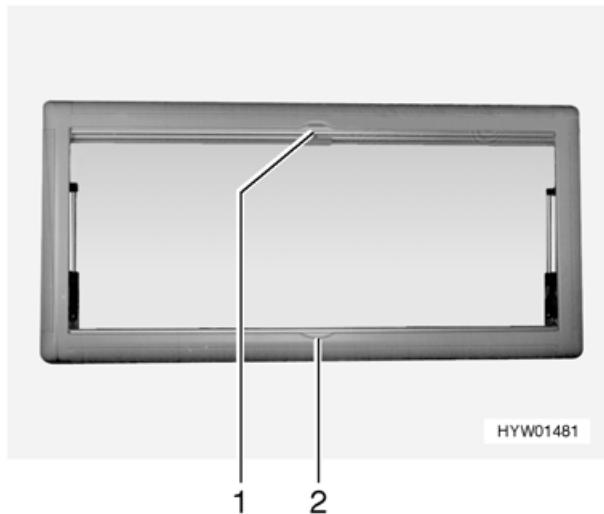

Bild 32 Ausstellfenster (Moving)
- Die Faltverdunklung (Bild 32,2) von unten nach oben ziehen und auf der gewünschten Höhe loslassen.
- Insektenenschutzrollo (Bild 32,1) nach unten ziehen, bis es an der Faltverdunklung (Bild 32,2) anstößt.
- Griff am Insektenenschutzrollo (Bild 32,1) drücken.